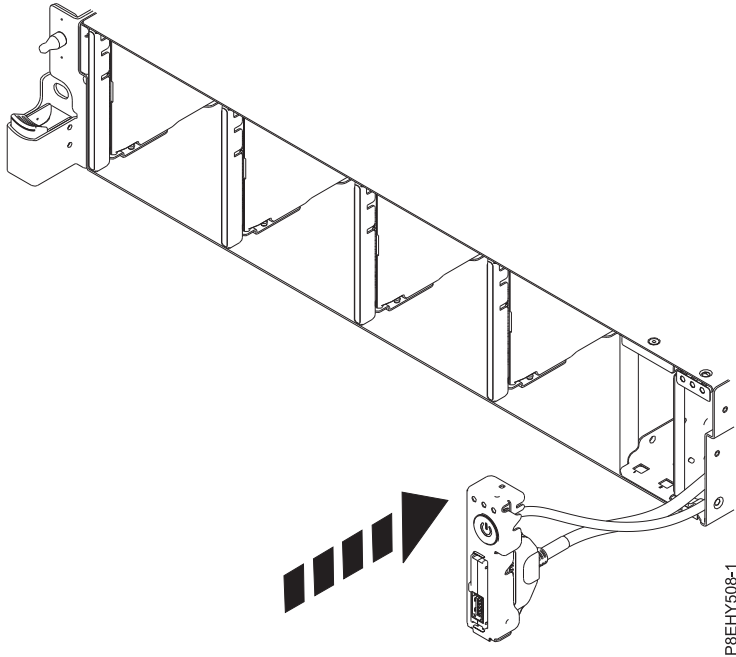

Figura 71. Sustitución del cable USB frontal en la placa posterior del sistema
4. Inserte el cable USB frontal y el interruptor de alimentación y cable en el sistema. Vaya con cuidado al hacer pasar los cables a través de la placa posterior del sistema. Consulte la Figura 71 en la página 60.